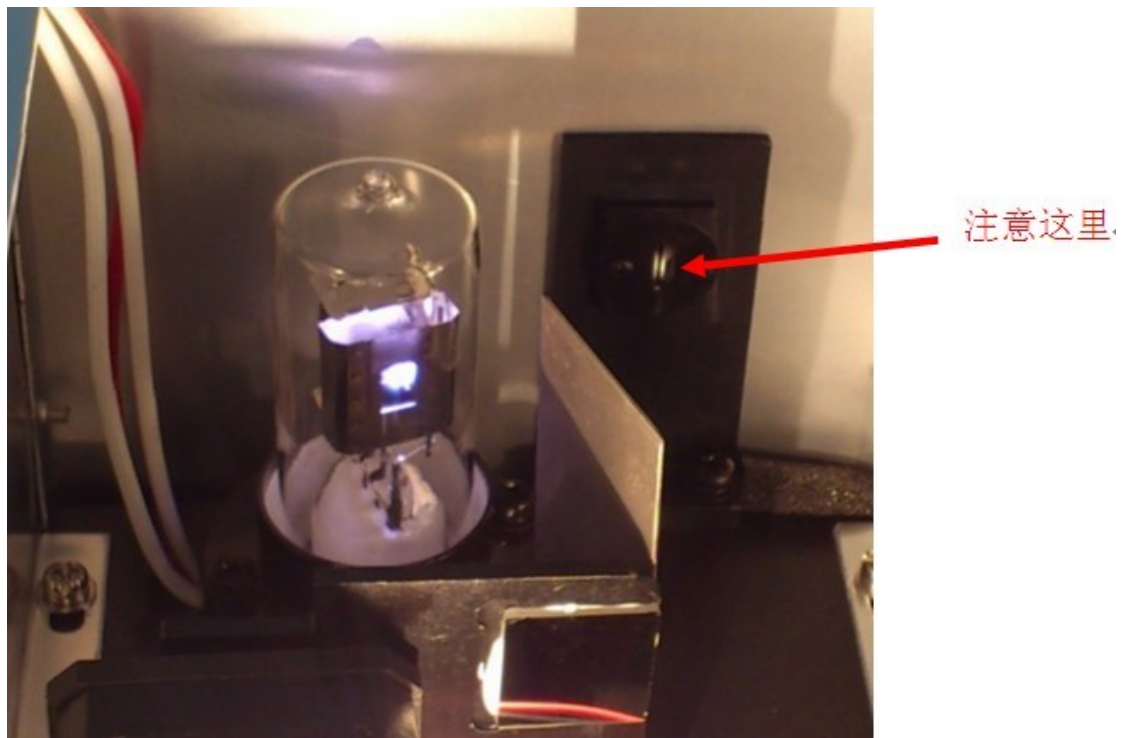

图 A9
3. 拔出旧灯泡后插入新灯泡，把灯泡和底座的螺丝拧好，然后校对光斑（如图 A9）